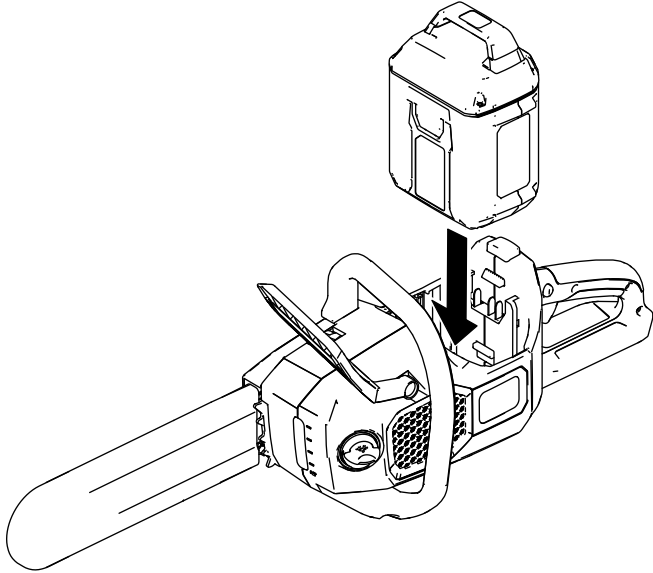

Figure 23
2. Alignez la languette de la batterie sur le logement dans la tronçonneuse (**Figure 23**).